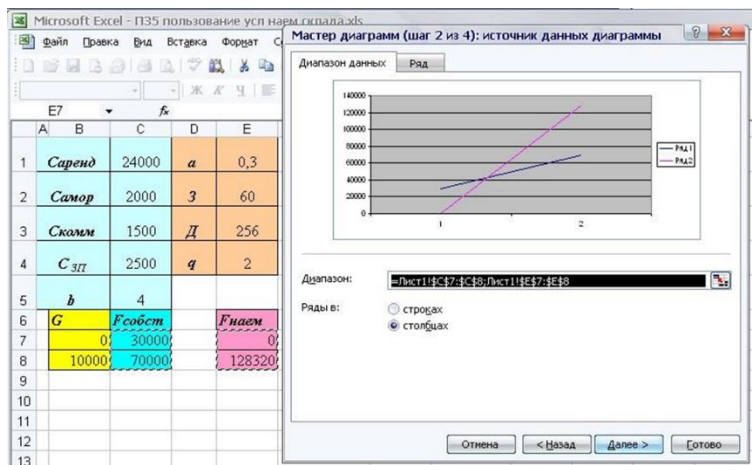
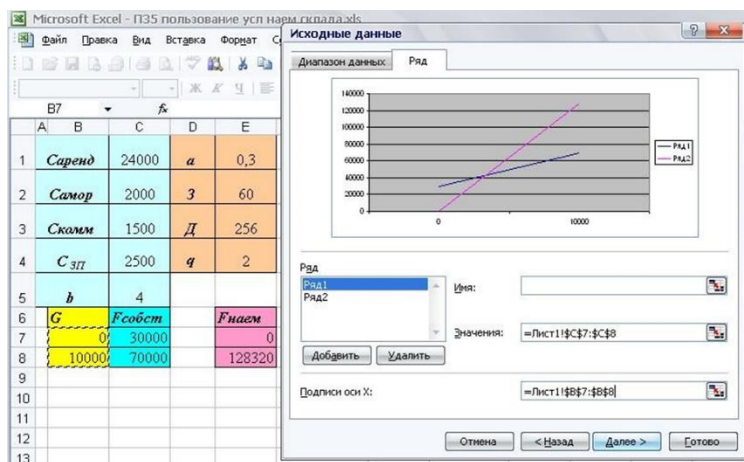

Рис. 5.4 Шаг 2 мастера диаграмм «Диапазон данных»
Рис. 5.5. Шаг 2 мастера диаграмм «Ряд»
1) На втором шаге мастера диаграмм выбираем диапазон данных (вставляем =Лист1!\$C\$7:\$C\$8; Лист1!\$E\$7:\$E\$8), ряды в столбцах (рис. 5.4). На вкладке «Ряд» выбираем ряд 1 Значения =Лист1!\$C\$7:\$C\$8; ряд 2 Значения = Лист1!\$E\$7:\$E\$8; подписи по оси X =Лист1!\$B\$7:\$B\$8 (рис. 5.5).